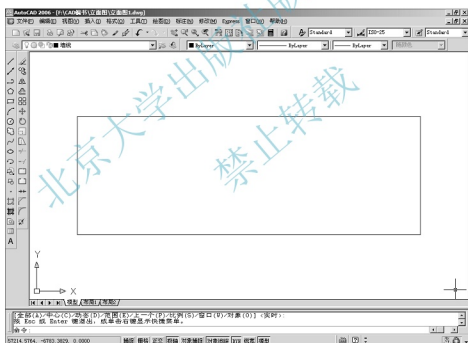

图 4.3 调整视图
④ 用【实时缩放】命令将视图调整到如图 4.3 所示的状态。
(3) 将矩形最下面的水平线向上偏移 600mm, 生成勒脚线。
① 分解矩形: 由于矩形是一条闭合多段线, 所以其 4 条边为整体关系, 在生成勒脚线之前应首先将其分解, 否则矩形的 4 条边会一起向内偏移。
② 单击【修改】工具栏上的【分解】图标, 启动【分解】命令。
- ③ 在**选择对象**:提示下,选择矩形为分解对象,然后按 Enter 键结束命令。